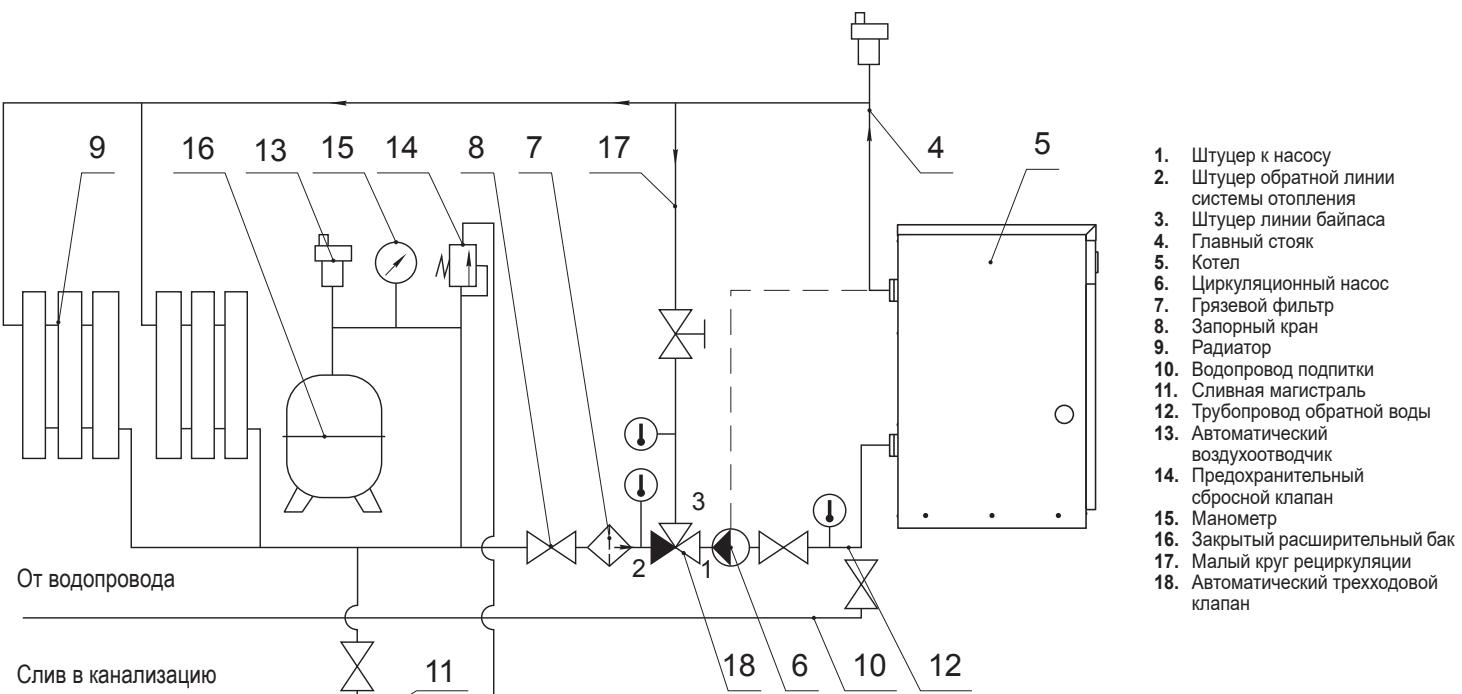

Рис. 9. Рекомендуемая гидравлическая схема закрытой системы отопления с циркуляционным насосом
5.9 При использовании закрытой системы отопления (см. рис. 9) необходимо предусмотреть установку предохранительного сбросного клапана на давление не более 3 кгс/см2 и манометр для контроля давления теплоносителя.